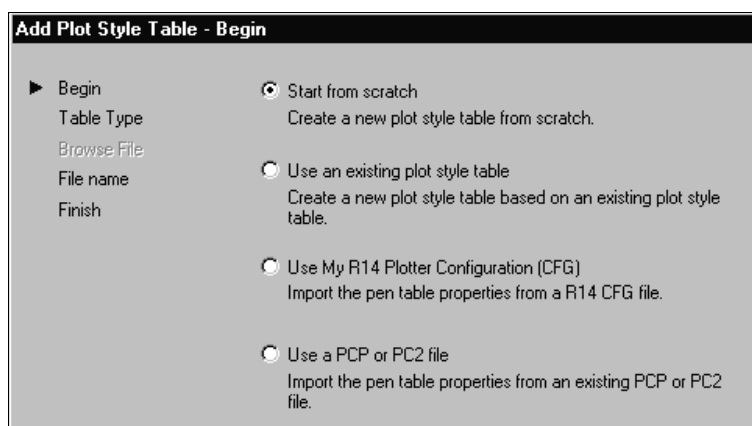

Рис. 23.21. Вторая страница **Begin** Мастера создания стилей печати
3. Щелкните мышью на кнопке **Next** (Далее) для перехода к следующей странице. Появится следующая страница Мастера создания стилей печати **Begin** (Начало) (рис. 23.21).